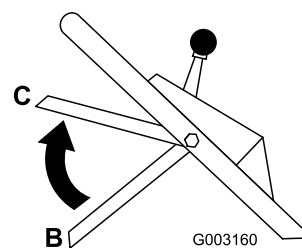

Figura 20
- Levante la barra de control hasta la posición central, unas 13 cm por debajo del travesaño del manillar (Posición C en Figura 20).
4. Suelte la barra de control de la cuchilla (Posición B en Figura 20).